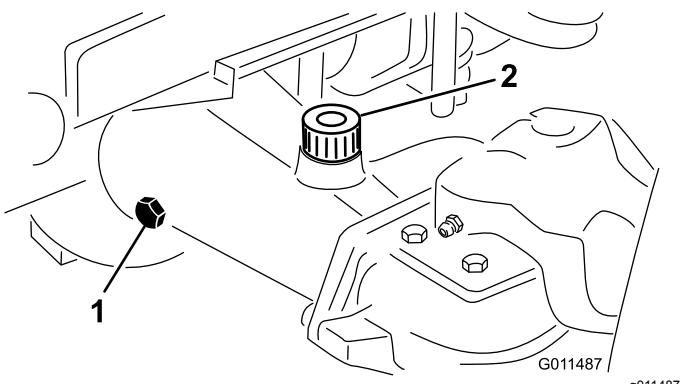

Figure 16
- Enlevez un bouchon de contrôle à une extrémité du pont arrière (Figure 16) et vérifiez que le lubrifiant atteint la base de l'orifice. Si le niveau est trop bas, enlevez le bouchon de remplissage (Figure 16) et ajoutez une quantité suffisante de lubrifiant pour amener le niveau au bas des orifices de contrôle.